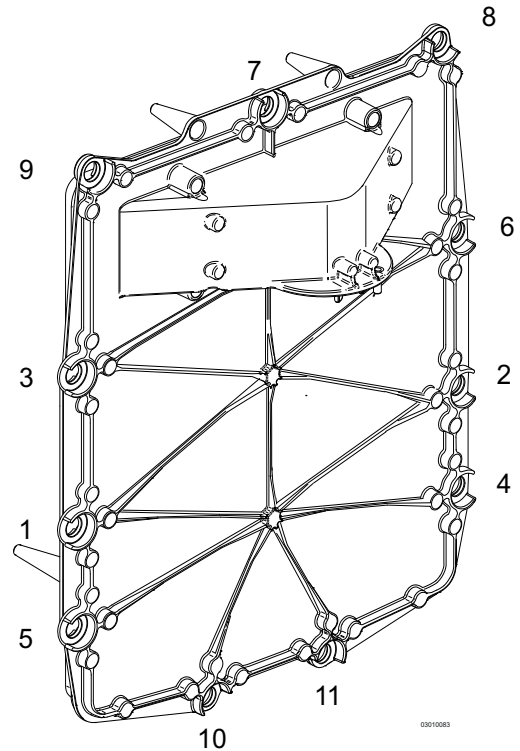

Abb. 63: Reihenfolge für das Anziehen der Pass-Schrauben
- ➔ Ziehen Sie die Pass-Schrauben gem. der in Abb. 63 angegebener Reihenfolge gleichmäßig kreuzweise von Hand an (10-12 Nm).